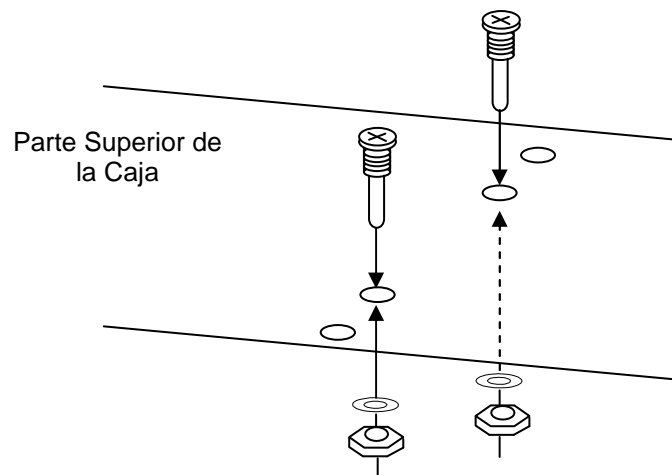

Figura 1
- Después de colocar la caja de la central NetworX, instale los tornillos para el plano de tierra en los orificios situados en la parte superior de la caja de la central (Figura 1).